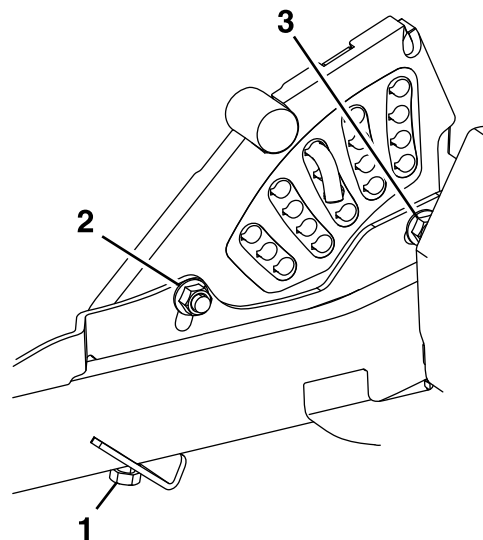

Bild 85
13. Wenn die vier Einstellvorrichtungen des Mähwerks nicht ausreichend eingestellt sind, um die genaue Schnitthöhe mit dem gewünschten Rechen zu erreichen, können Sie die zentrale Einstellschraube (Bild 85) einstellen.
14. Um das zentrale Einstellsystem einzustellen, lösen Sie zunächst die vorderen und hinteren Befestigungsschrauben für die Höhenverstellplatte (Bild 85).
16. Ziehen Sie die zwei Schrauben unten an der Schnitthöhenplatte an (Bild 85).